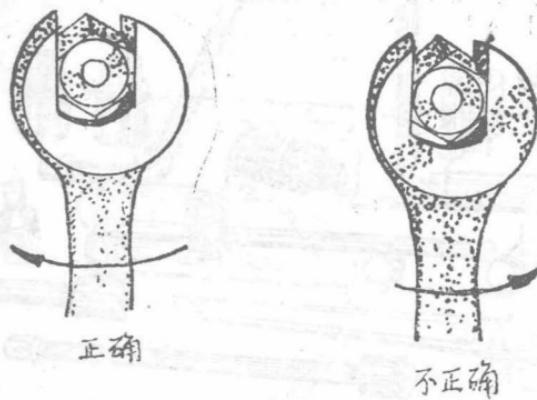

图 226 开口扳手的使用
2. 使用开口扳手时，为使扳手不致损坏和滑出，在旋松或旋紧螺栓时，应使拉力吃在扳口较厚的一边上，如图226所示。